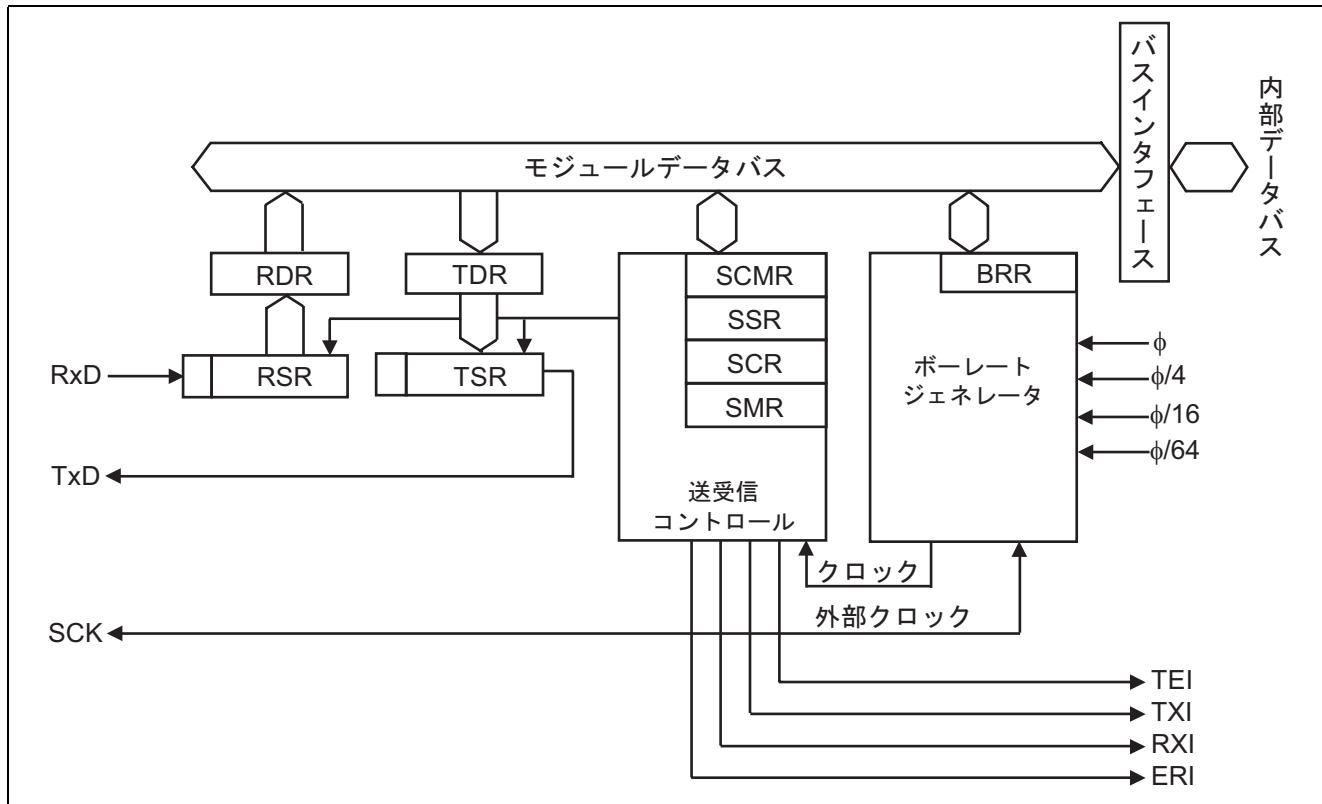

図2 クロック同期式シリアルデータ送信のブロック図
(1) シリアルコミュニケーションインターフェース (SCI) のブロック図を図 2 に示し、以下に SCI のブロック図について説明します。